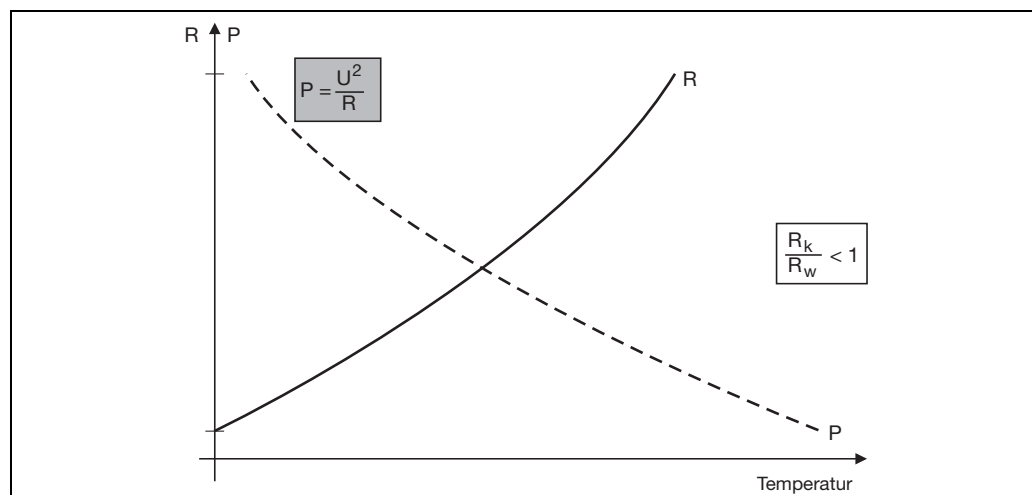

Abbildung 1: Heizelement mit positivem TK
Bei Heizelementen mit positivem Temperaturkoeffizienten (TK), bei denen der **elektrische Widerstand mit steigender Temperatur größer** wird, setzt man bevorzugt einen Leistungssteller mit einer unterlagerten Spannungsregelung (**U^2 -Regelung**) ein (Abbildung 1).